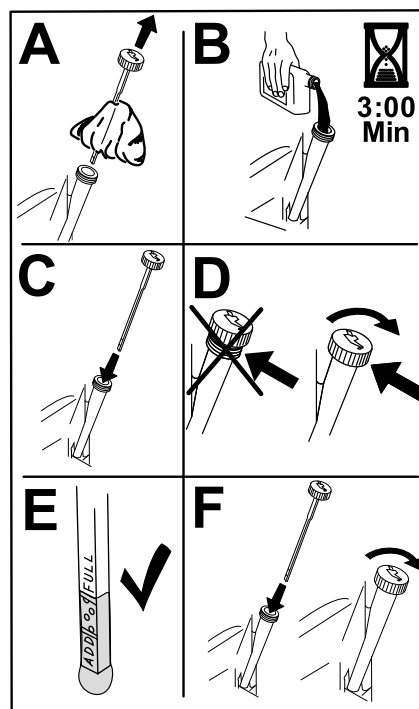

Figura 52
6. Vierta lentamente un 80% aproximadamente del aceite especificado por el tubo de llenado, luego añada lentamente el resto del aceite hasta que llegue a la marca Lleno (Figura 52).